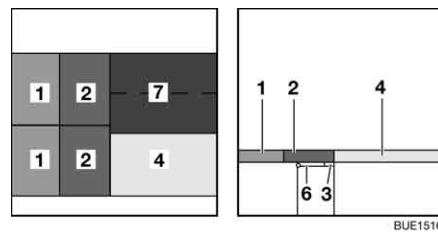

Fig. 140 Après la transformation
- Placer les coussins d'assise (Fig. 140,2) sur les couvercles de coffre de banquette relevés.
- Relever le coussin supplémentaire (Fig. 140,7) et le placer sur la table devant le coussin d'assise (Fig. 140,4).